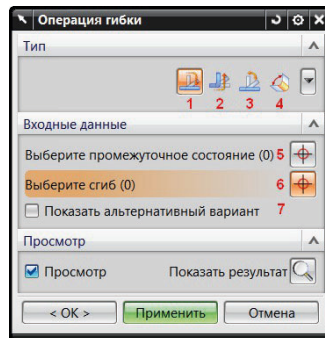

Рис. 3.11. Окно диалога «Операция гибки»
- Окно диалога **Операция гибки** содержит три раздела: **Тип**, **Входные данные** и **Просмотр** (рис. 3.11).